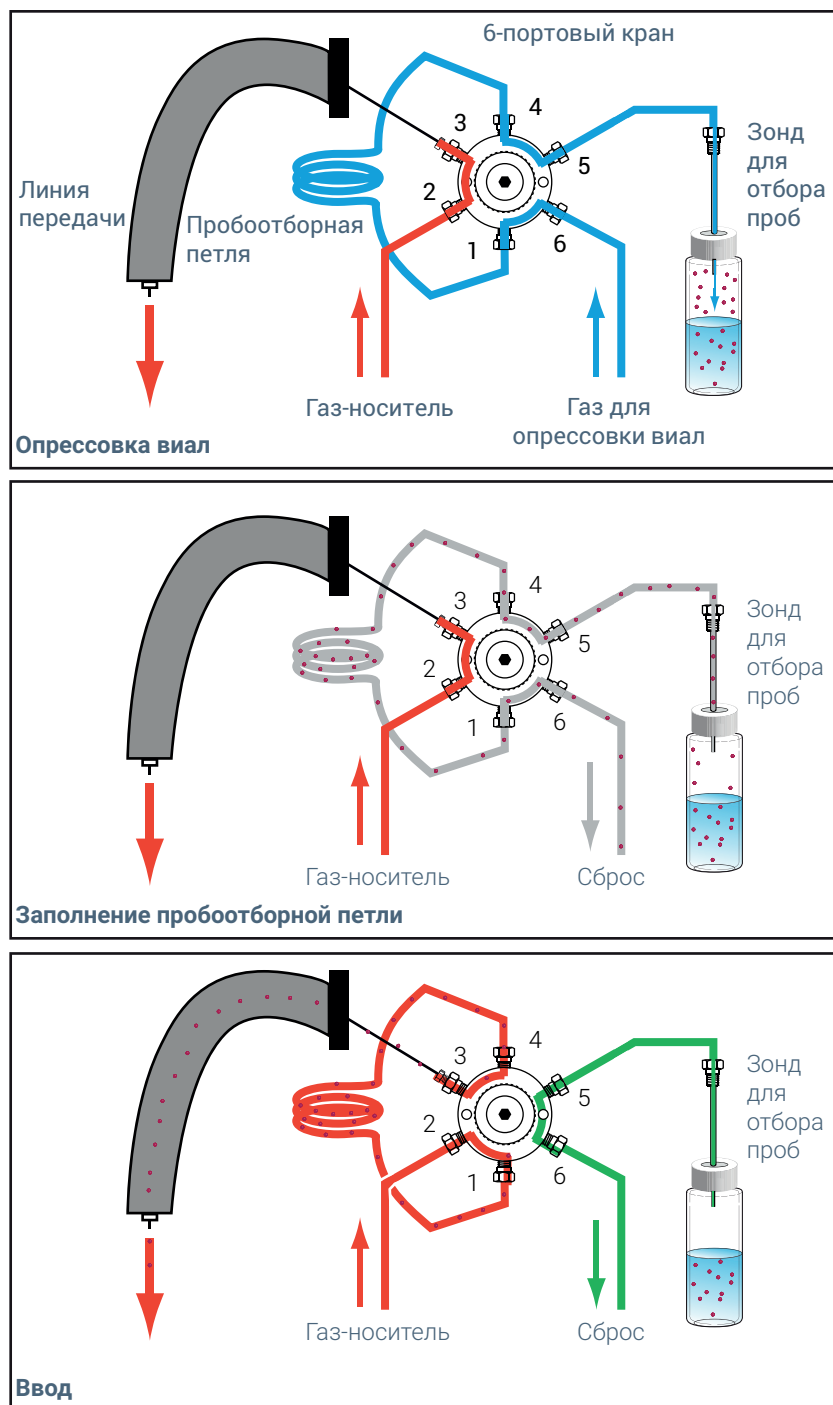

Рис. 1. Этапы отбора и ввода пробы с помощью системы крана и петли
- 2 Пробоотборник создает давление в виале с помощью газа. См. **Рис. 1**.